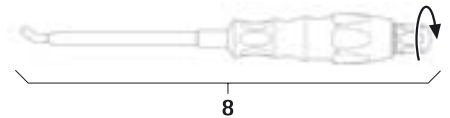

Fig. 8
- Montar el instrumento de inserción de varilla 8, ver Fig. 8.